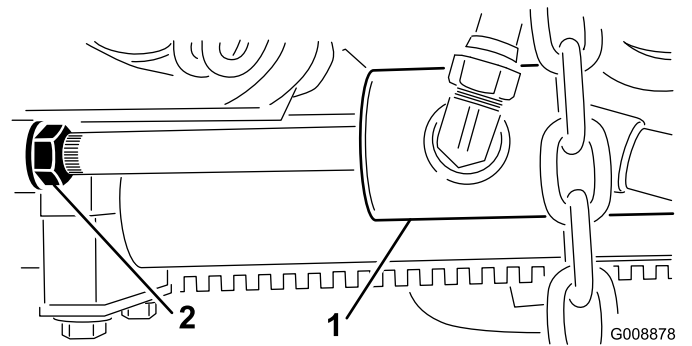

**Figura 28**
1. De fiecare parte a mâinii, slăbiți contrapiuliile și uruburile de oprire ale braului de ridicare (Figura 28).